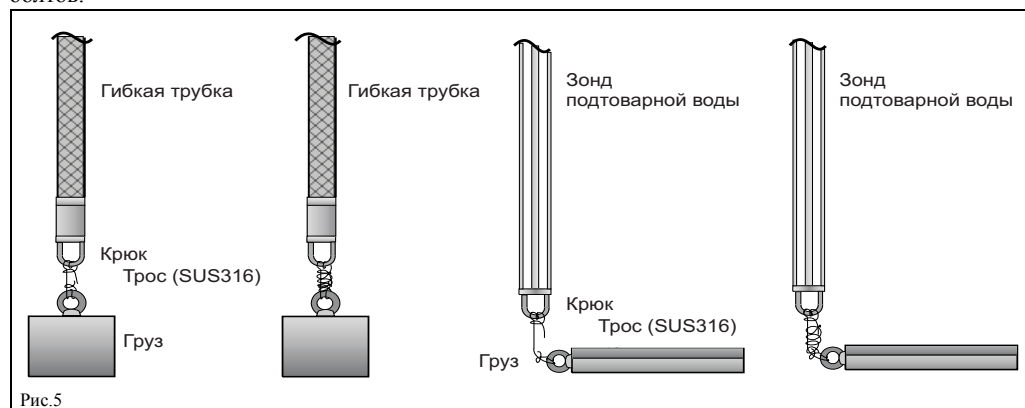

Рис.5
4. Обмотайте трос натяжения дважды вокруг крюка, затяните и оберните вокруг (смотрите рисунок 5)
4. Натяните трос натяжения между нижним краем гибкой трубки и зондом подтоварной воды и якорем с грузом. Обмотайте трос натяжения дважды вокруг крюка, затяните и оберните вокруг (смотрите рисунок 5).